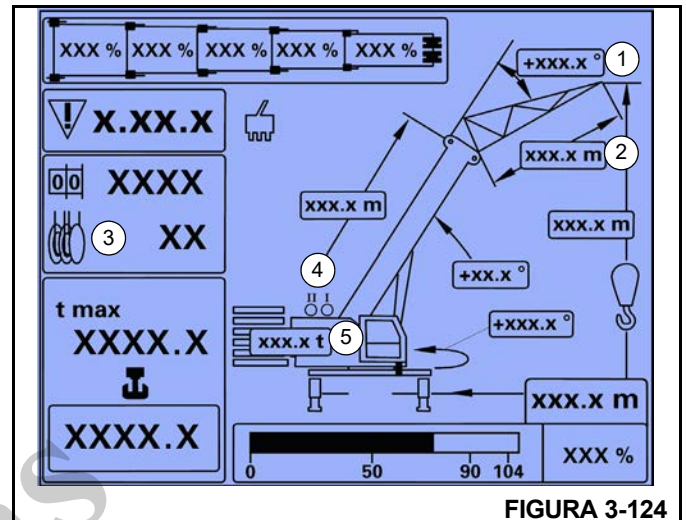

FIGURA 3-124
No submenu de monitoramento do RCL (Figura 3-124) verifique se os seguintes itens correspondem à movimentação real do guindaste:
O indicador (3) (Figura 3-124) mostrará o último valor de passagem inserido do guincho principal.